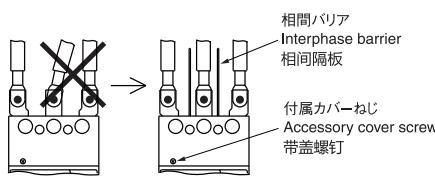

図1 Fig.1 图1 (400-800AF)
- (4) 接続電線、圧着端子や導体は、各極が並行となるように取り付けてください。(図1)
- (5) 相間パリアが付属しておりますので、電源、負荷側相間に取り付けてください。
- (6) 短絡電流が流れますと、電線間に非常に大きな電磁力が発生しますので、電線の支持を強固にしてください。
- (7) 端子ねじを定期的に増し締めしてください。
- (8) アークガス排出口をふさがないでください。
- (4) Each connecting wire or crimp terminal, conductor pole should be connected in parallel as shown in the Fig.1.
- (5) Fit the attached interphase barriers between phases on the line and the load side.
- (6) Keep the connection of the wire tight sufficiently, because the very large electromagnetic force will be generated, when the short circuit current is applied.
- (7) Perform the additional tightening of the terminal screws periodically.
- (8) Keep open the outlet of the arc gas.
- (4) 请对连接电线，压接端子和导电部件进行平行安装。(图1)
- (5) 因为附带了相间隔板，请将电源、负荷侧相间安装。
- (6) 当短路电流通过时，在电线间会发生非常大的电磁力，因此请强固电线的支持力。
- (7) 请定期拧紧端子螺钉。
- (8) 请不要让燃弧气体排出口堵塞。